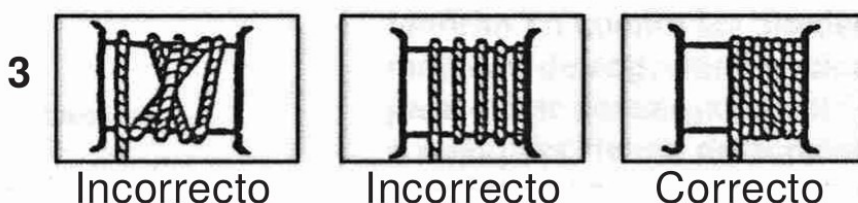

FIG. 3 — Enroulement du câble : incorrect / incorrect / correct
- 15) Le câble doit être enroulé comme indiqué à la Fig. 3.
ENROULEMENT DU CÂBLE (FIG. 3)